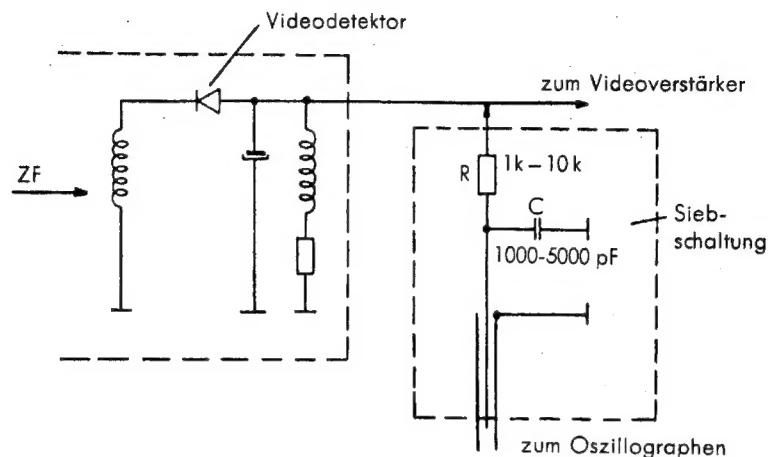

Bild 6 Siebschaltung für Anschluß des Oszillographen an den Videodetektor
- c) Am Video-Detektor des Empfängers auftretende Spannung der Senkrechtablenkung des Oszillographen zuführen. Bei Verwendung eines NORMMENDE-Oszillographen kann man dazu den zugehörigen Tastkopf (Stellung 1:1) mit der abgeschirmten Leitung verwenden. Bei NORMMENDE-Fernsehgeräten schließt man den Oszillographen einfach an die Meßbuchsen D und A an (Buchse A ist Masse. Ausführliche **Abgleichanweisung** siehe **Kundendienst-Anweisung vom FS-Empfänger**). Sind keine Meßbuchsen am Fernsehgerät vorhanden, so klemmt man eine Sebschaltung nach Bild 6 am Videodetektor des Gerätes mit kürzesten Leitungen unmittelbar in der Verdrahtung
- f) Markengeber auf Stellung „Fremd-Mod.-AM“ schalten. „Marken-Ampl.“ aufregeln und Abstimmung durchkurbeln. Dabei muß die Marke über die Kurve laufen. Man stellt sie so klein, daß sie gerade noch erkennbar bleibt, da sie andernfalls die Kurve stark zusammendrückt. Sofern nicht schon in der Siebschaltung nach Bild 6